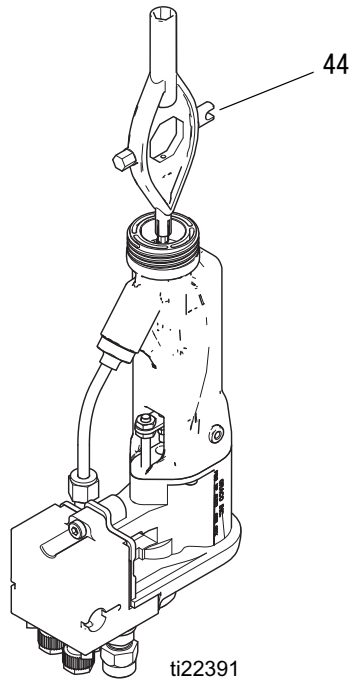

図 29 電極の交換
3. マルチツール (44) で電極 (3) をゆるめます、図 29。